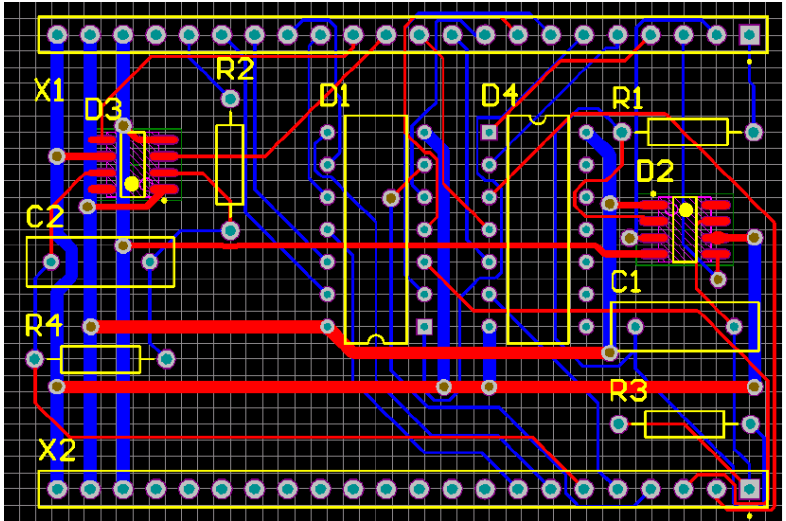

Рис. 39. Плата со всеми разведенными цепями
7. Выбрать Auto Route>>All. В открывшемся окне указать нужную ориентацию проводников: нажать кнопку Edit Layer Directions и, при необходимости, в столбце Current Setting изменить слой. Нажать кнопку Save Report As и сохранить файл в свою папку, а потом всю информацию из этого файла добавить в отчет. А также в окне Situs Routing Strategies установить две галочки (справа снизу): Lock All Pre-Routing (зафиксировать ранее разведенные цепи) и Rip-Up Violations After Routing (удалить конфликтующие участки топологии после трассировки). Нажать кнопку Route All. Дождаться окончания автотрассировки – в окне Messages в нижней строке появится запись Routing Finished... Результат представлен на Рис. 39.